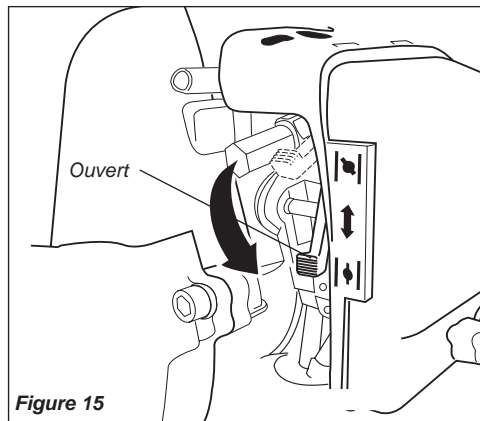

Figure 15
5. Quand le moteur démarre, abaisser lentement le levier de starter vers la position « OUVERT ». Voir figure 15. (Si le moteur s'arrête après le premier démarrage, fermer le starter et recommencer.)